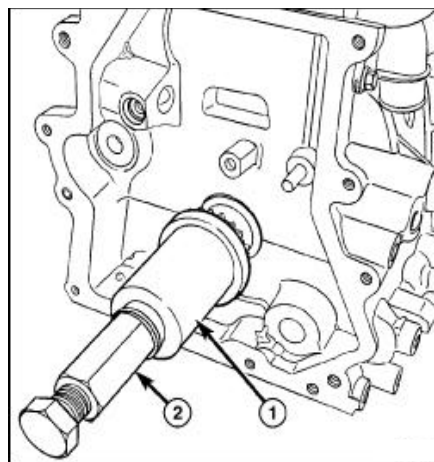

图. 22 曲轴链轮安装
(1) 安装曲轴链轮, 使用专用工具(图 22)。
(2) 使用专用工具安装曲轴链轮。
(3) 安装链轮, 不能旋转曲轴。